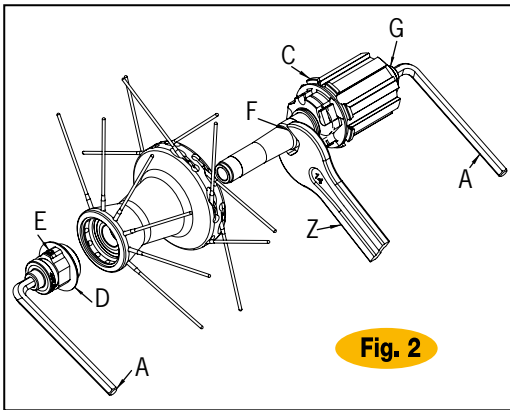

Fig. 2
- Une fois extrait l'axe du moyeu arrière le corps de roue libre (C) reste attaché avec ses cliquets (Fig.2).
- Engager à nouveau l'axe (C) avec son entretoise à l'intérieur du corps du moyeu en faisant très attention au positionnement des cliquets et bloquez avec force le contre-écrou mobile.
- Effectuez si nécessaire un réglage du moyeu en agissant sur la bague (D) :
- Dévisser la vis pointeau (E) avec une clé 6 pans (B) (Fig.2).
- Resserrer la vis pointeau (E).